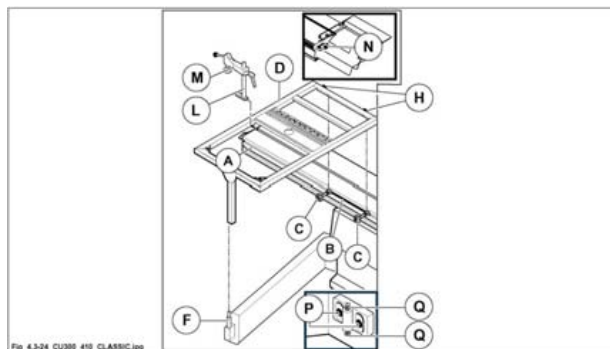

Fig. 4.3-24
- 3) Livellare il piano (D fig. 4.3-24), se necessario, agendo sul perno (F fig. 4.3-24).
- 4) Serrare i pomelli (C fig. 4.3-24).
- 5) Inserire la colonnetta (L fig. 4.3-24) con il pressore (M fig. 4.3-24) nella scanalatura del carro vagone (A fig. 4.3-24) e ruotarla in senso orario per bloccarla.
- 6) Quando non si utilizza il vagone (A fig. 4.3-24) bloccarlo agendo sulla leva (N fig. 4.3-24).
- allentare i pomelli (C fig. 4.3-24);
- allentare le viti (P fig. 4.3-24) e agire sui grani (Q fig. 4.3-24) per regolare la posizione in altezza.
- 1) Appoggiare la riga telescopica sul piano (A fig. 4.3-24-2) inserendo il fulcro (C fig. 4.3-24-2) nel foro (R fig. 4.3-24-2).